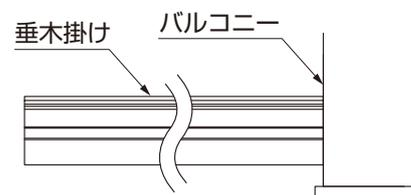

図6-6
- ①垂木掛けV溝部にφ6.5の穴をあけてください。
- ②垂木掛け取付け用穴位置を躯体にけがいて、φ5の下穴をあけてください。
- ③垂木掛けを図6-6のようにバルコニーに接する状態で躯体に、【11-5】、【11-6】で取付けてください。